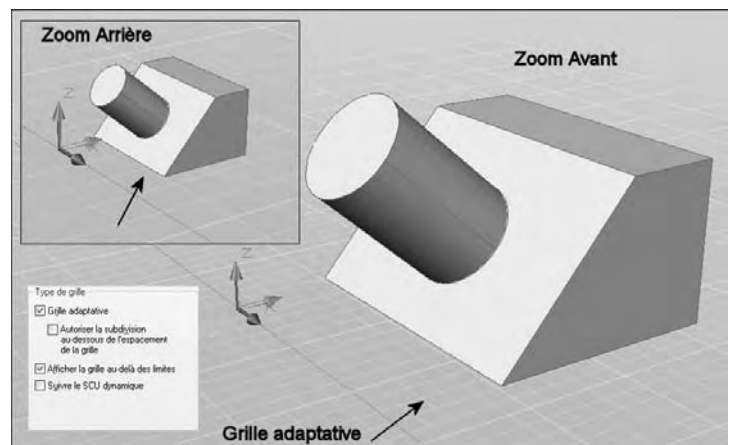

Fig.1.34
- **Grille adaptative** (Adaptive grid) : limite la densité de la grille lors d'un zoom arrière ou augmente la densité lors d'un zoom avant (fig.1.34).